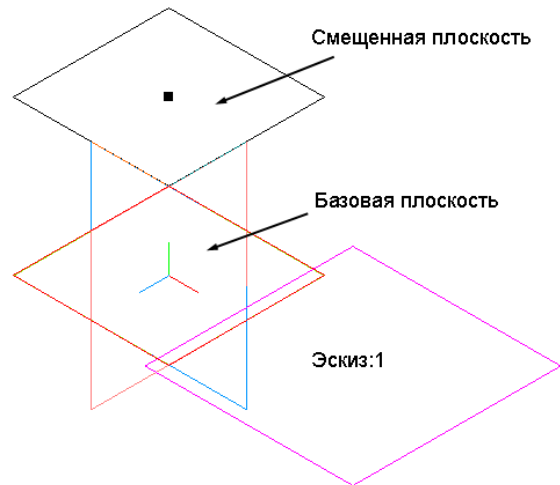

Рис. 5.4.
1.13. Нажмите кнопку **Создать объект** на **Панели специального управления** и прервите выполнение команды. Объект **Смещенная плоскость** создан (рис.5.4).